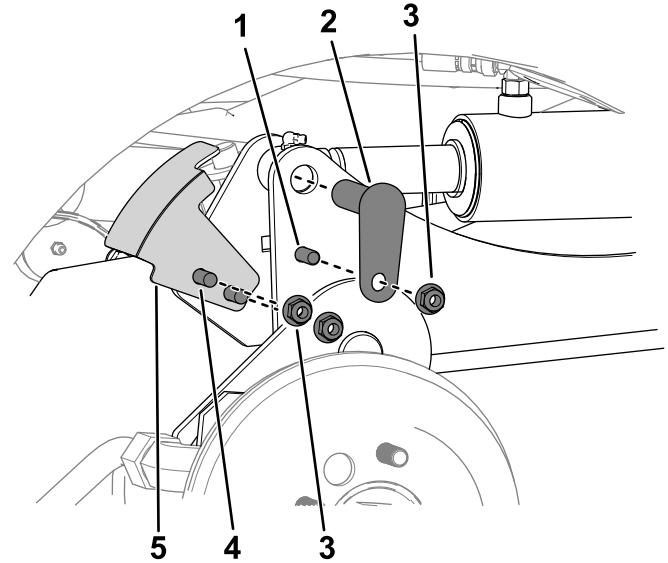

Figura 3
- B. Retire los 2 pernos de cuello cuadrado y las 2 tuercas ( $\frac{3}{8}$ " ) que sujetan el soporte del sensor al brazo de elevación derecho (Figura 3).
- C. Retire los 2 pernos ( $\frac{3}{8}$ " x  $1\frac{1}{4}$ " ), las 2 tuercas ( $\frac{3}{8}$ " ) y los 2 pasadores pequeños que sujetan los brazos de elevación a los cilindros (Figura 3).